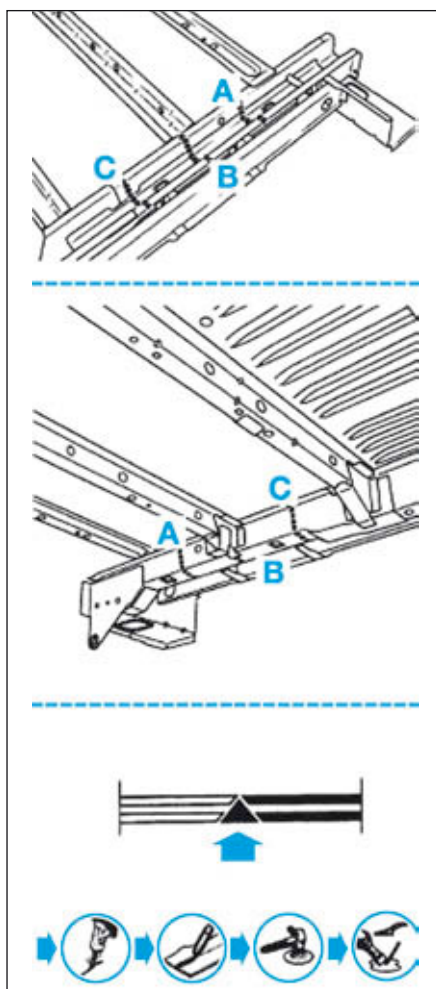

FIG.81
- Tracer puis découper le longeron arrière (Fig.81).
- Souder par cordons MAG (Fig.81).